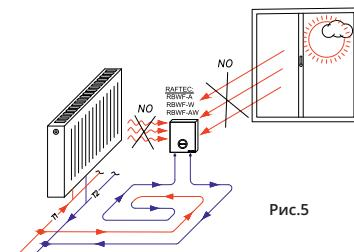

Рис.5
- необходимо избегать попадания солнечных лучей на терmostат (см. рис.5)